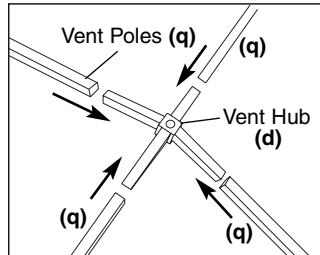

Fig. 4
- Snap 4 vent poles (q) into vent hub (d) as shown. (Fig. 4)